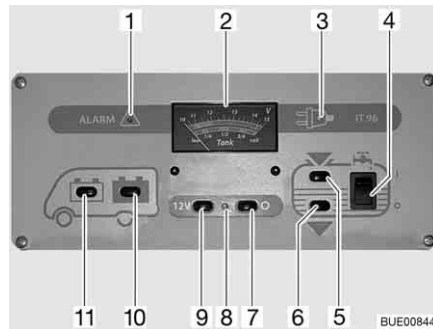

Fig. 132 Pannello di controllo IT 96-2
L'interruttore principale a 12 V (Fig. 132,7 e 9) inserisce o disinserisce il pannello di controllo e l'alimentazione a 12 V dell'abitacolo.
Accensione: ■ Premere l'interruttore (Fig. 132,9) "12 V": L'alimentazione a 12 V dell'abitacolo è inserita. La spia di controllo (Fig. 132,8) diventa verde.
Spegnimento: ■ Premere l'interruttore (Fig. 132,7) "O": L'alimentazione a 12 V dell'abitacolo è disinserita. La spia di controllo (Fig. 132,8) si spegne.
Per l'indicatore volt/serbatoio (Fig. 132,2) leggere la scala superiore. L'indicatore si illumina automaticamente appena viene premuto un interruttore.
- Premere l'interruttore (Fig. 132,11) "🔋": Viene indicata la tensione della batteria di avviamento.
- Premere l'interruttore (Fig. 132,10) "🔋": Viene indicata la tensione della batteria dell'abitacolo.
Per l'indicatore volt/serbatoio (Fig. 132,2) leggere la scala inferiore. L'indicatore si illumina automaticamente appena viene premuto un interruttore.
- Premere l'interruttore (Fig. 132,5) "": Viene indicato il livello del serbatoio dell'acqua.
- Premere l'interruttore (Fig. 132,6) "": Viene indicato il livello del serbatoio delle acque grigie.
- Premere in alto l'interruttore a bilico (Fig. 132,4) "I": L'alimentazione idrica è accesa.
- Premere l'interruttore a bilico in basso (Fig. 132,4) "O": L'alimentazione idrica è spenta.
La spia luminosa rossa "ALARM" (Fig. 132,1) inizia a lampeggiare non appena la tensione della batteria dell'abitacolo scende al di sotto di 11 V (misurazione durante il normale esercizio) con conseguente rischio che la batteria si scarichi troppo.
La spia di controllo a 12 V (Fig. 132,8) si accende non appena l'interruttore principale a 12 V (Fig. 132,9) viene inserito.
La spia gialla di controllo a 230 V (Fig. 132,3) si accende quando all'ingresso della centralina elettrica è presente una tensione di rete.